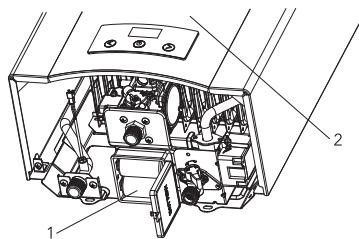

Рис. 1.
- Перед включением водонагревателя необходимо установить батарейки (рис. 1). Отсек для батареек (1) находится в нижней правой части водонагревателя. Для доступа к нему снимать кожух не нужно.